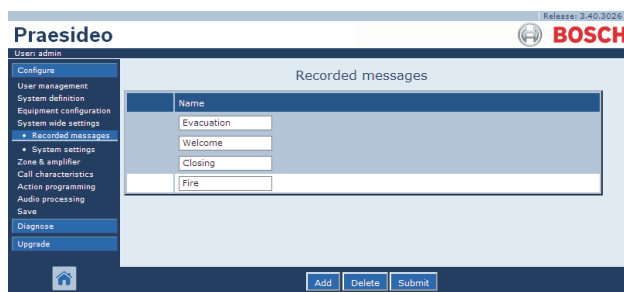

figura 45.7: Anular o registo de uma mensagem, passo 2
- Clique em qualquer ponto na linha da mensagem gravada que pretende eliminar. Toda a linha é realçada (consulte a figura 45.7).